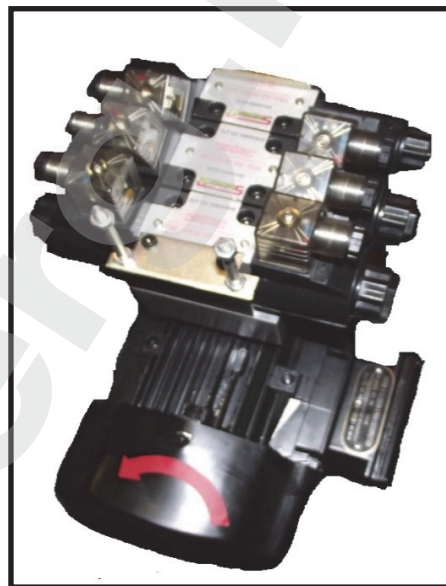

Рис. 5
- Подключите станок к источнику питания, включите его и проверьте, соответствует ли направление вращения мотора стрелке на нем (рис. 5).